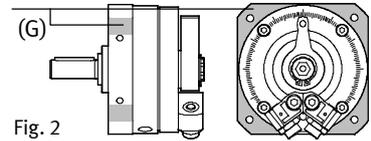

Fig. 2
- Verifique si es necesario hacer taladros adicionales en la brida de fijación del DSM. Las zonas marcadas en gris (G) (Fig. 2) son los puntos en los que se pueden hacer taladros adicionales en el DSM (p. ej. para alojar pasadores de centraje).